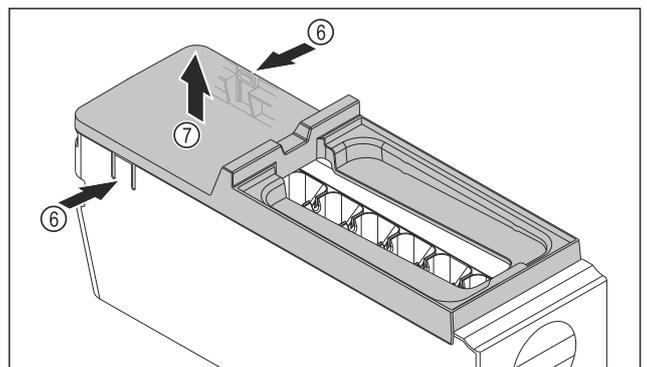

Fig. 142
- ▶ Extraer la cubierta del EasyTwist-Ice: Presionar con la mano las lengüetas Fig. 142 (6) a ambos lados del cuerpo del EasyTwist-Ice.
- ▶ Sacar la cubierta Fig. 142 (7) con la otra mano tirando hacia arriba.